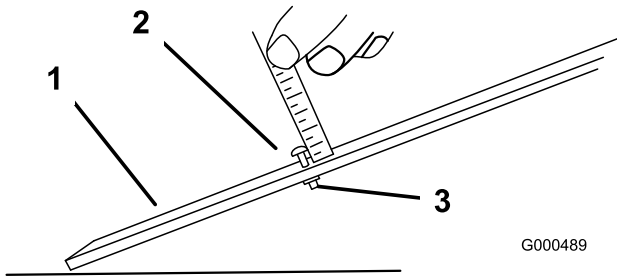

Figure 52
3. Desserrez l'écrou du gabarit (Figure 52) et tournez la vis de réglage de manière à obtenir la hauteur de coupe voulue. L'écartement entre la base de la tête de la vis et la face du gabarit correspond à la hauteur de coupe.